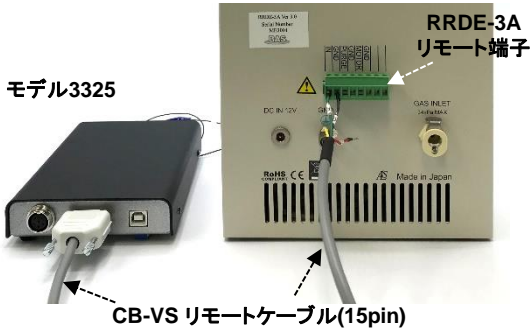

図 4-1 モデル3325とRRDE-3Aのリモート接続例
- 図4-1は、モデル3325 バイポテンシオスタットと RRDE-3A 回転リングディスク電極装置のリモート接続に使用した例を示します。